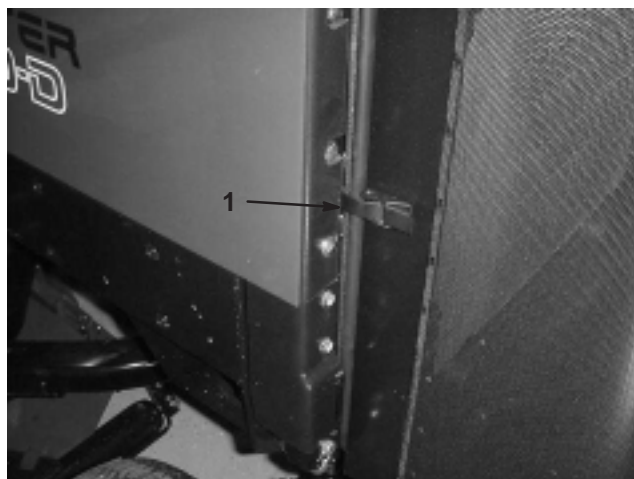

Figure 36
1. Déverrouillez et ouvrez l'écran arrière (Fig. 36). Nettoyez soigneusement la surface de l'écran.